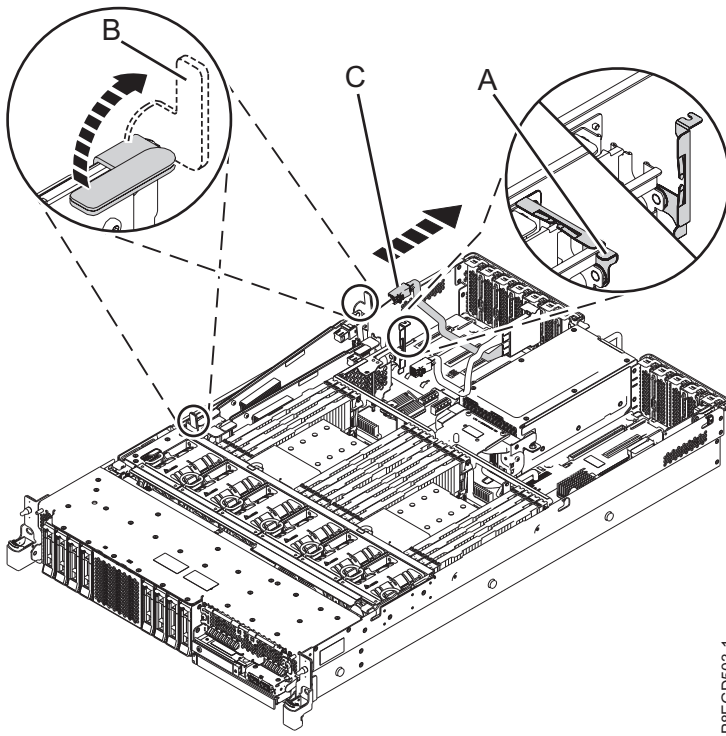

Figura 3. Desconexión del cable SAS posterior del adaptador RAID SAS interno en la ubicación de ranura P1-C14
- e. Aplique una presión en el asa azul de la abrazadera de retención de cable (A) del adaptador RAID SAS interno en la ranura P1-C14, como se muestra en Figura 3 en la página 6.
- f. Empuje hacia arriba las asas azules (B) del adaptador interno RAID SAS en la dirección que se muestra en Figura 3 en la página 6.
- g. Utilizando las asas azules del adaptador RAID SAS interno, empuje hacia arriba el adaptador lo suficiente para desconectar el cable SAS posterior (C) del adaptador RAID SAS interno. Consulte Figura 3 en la página 6.